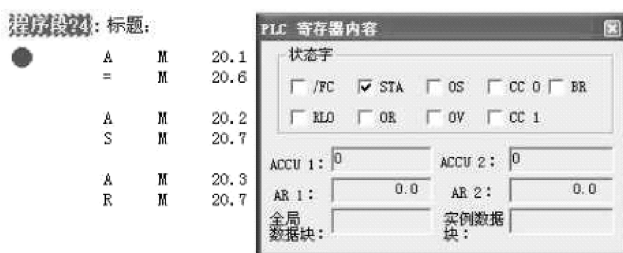

图 3-62 激活的断点
5) 单击“”来激活断点，空心圆圈标记变为实心圆圈标记，表示该断点被激活，同时自动弹出 PLC 寄存器内容显示界面，如图 3-62 所示。